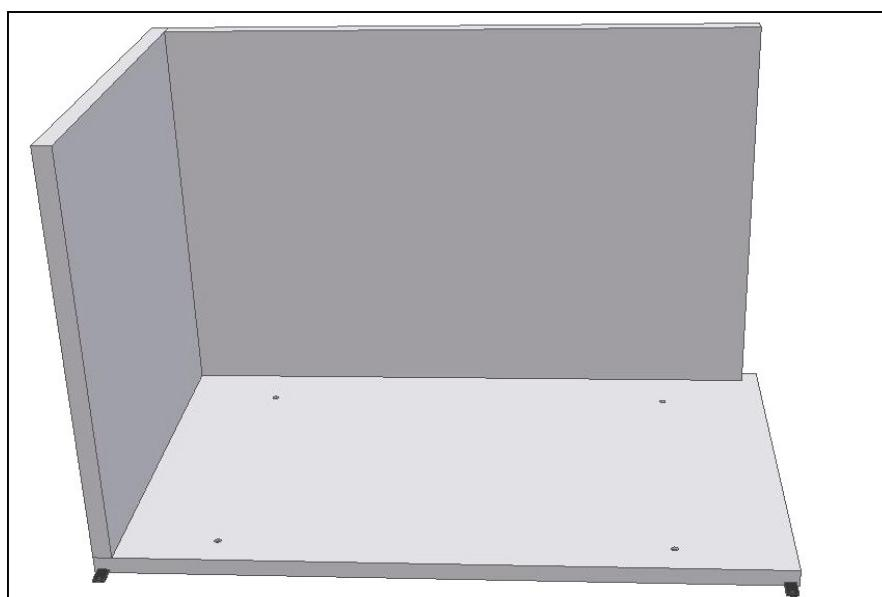

Fig. 4
- Encazar **el panel lateral izquierdo** sobre el panel del fondo y apretar sólo al fondo (Fig.4);